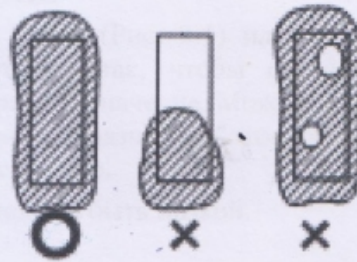

Рис. 4
- 3) Необходимо равномерно распределить образец по поверхности призмы. Избегайте попадания пузырьков воздуха (Рис. 4).